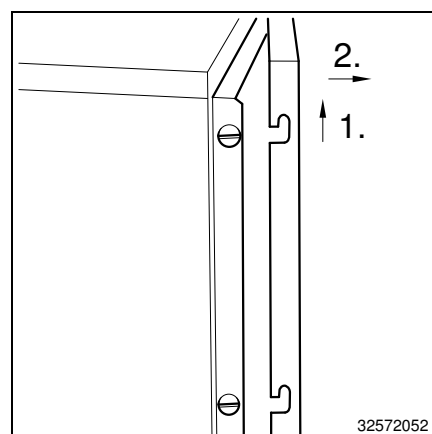

Bild 29 Steckblende
- Steckblende bis zum Anschlag anheben (Bild 29/1)
- Steckblende nach vorn abziehen (Bild 29/2).